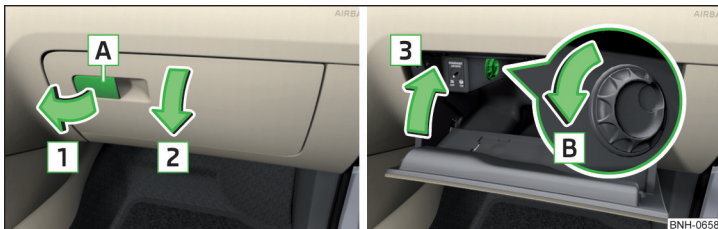

Fig. 91 Deschiderea/închiderea compartimentului de depozitare și deschiderea admisiei aerului
- Pentru **deschidere** trageți mânerul **A** în sensul săgeții **1** și rabatați capacul în sensul săgeții **2** » fig. 91.
- Pentru **deschidere**, rotiți butonul rotativ în sensul săgeții **B** până la limită » fig. 91.